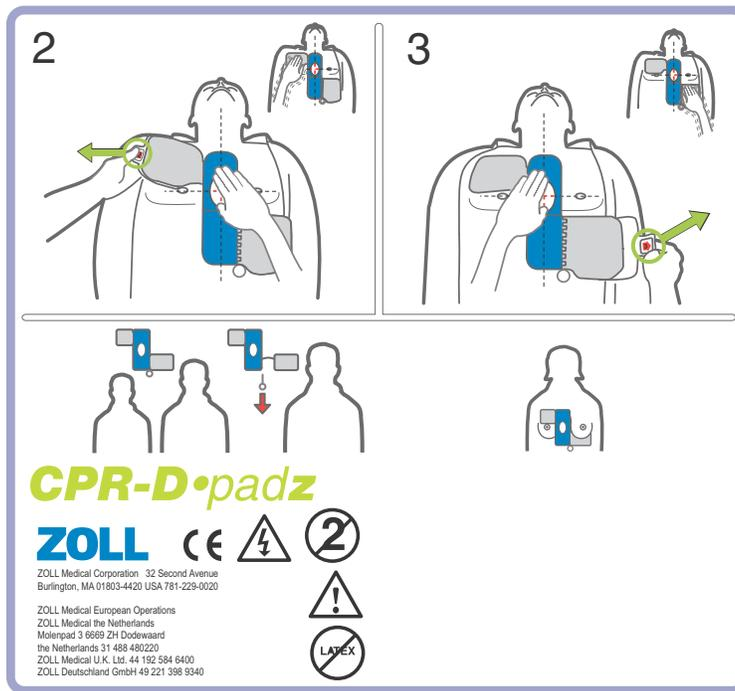

Abbildung 5: Anbringen der CPR-D•padz
1. Reißen Sie die Elektrodenpackung auf und entfalten Sie die Elektroden. Orientieren Sie sich an den Grafiken (siehe Abbildung 5).